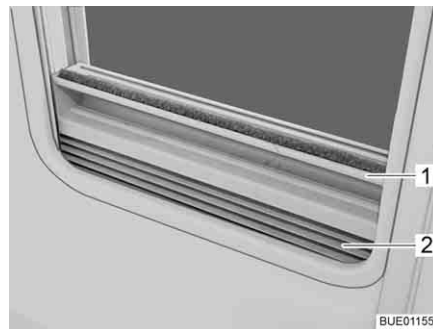

Fig. 50 Estore opaco plissado
- Pegue no estore opaco plissado (Fig. 50,2) pelo meio da régua de manipulação (Fig. 50,1), puxe-o de baixo para cima e largue à altura pretendida. O estore opaco plissado fica parado a essa altura.